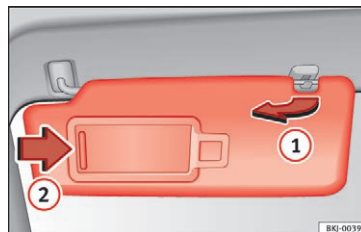

Fig. 127 Solskærm i førersiden
- Mulighed for at trække solskærmen ud af holderen og dreje den i retning mod døren » **Fig. 127** (1)